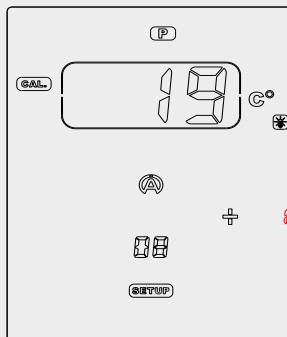

Figura 24
- 3) Con i tasti **v** **A**, regolare la temperatura nel « QUADRO » affinché la temperatura visualizzata corrisponda ad una temperatura di riferimento (figura 24).